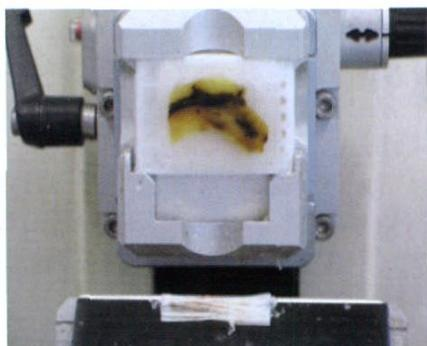

图 14 切片挤压、起皱,堆积在一起
1.8 切片挤压、起皱,堆积在一起(图14) 刀可能太钝,上面粘有蜡屑,刀倾斜度太小,切片动作太快,或者室温太热。切片时刀背要保持清洁光滑,粘有石蜡后可用软布沾少许二